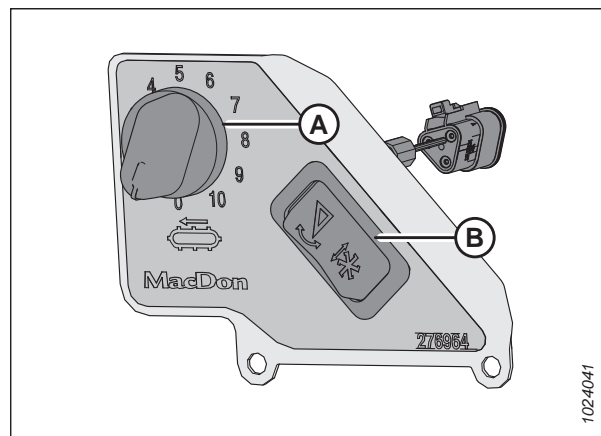

Figure 3.294: Commande de vitesse des tapis latéraux en cabine
Le commutateur (B) de la figure 3.294, page 221 permet à l'opérateur de basculer entre les commandes d'inclinaison de la plateforme et d'inclinaison avant-arrière du rabatteur. Pour obtenir des instructions sur les commandes, consultez Réglage de l'angle de la plateforme à partir de la moissonneuse-batteuse, page 211.